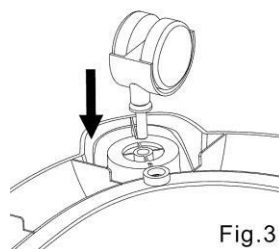

Fig.3
**Etape 3 :** Insérez les roues dans les trous de la base, puis poussez vers le bas et assurez-vous que les roues sont solidement fixées (Fig. 3).